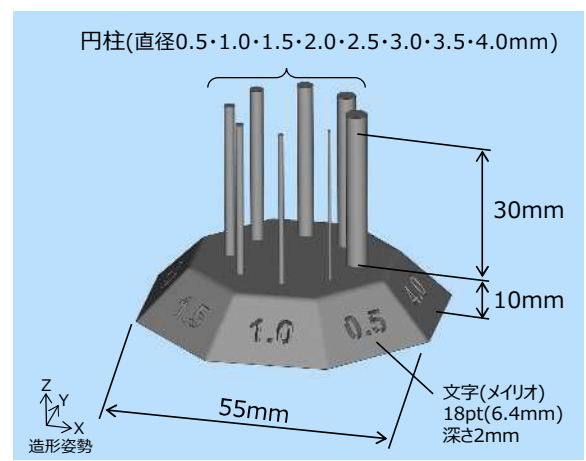

図1 3Dデータ
**検討方法** 1. サンプル形状の3Dデータを作成 (図1)